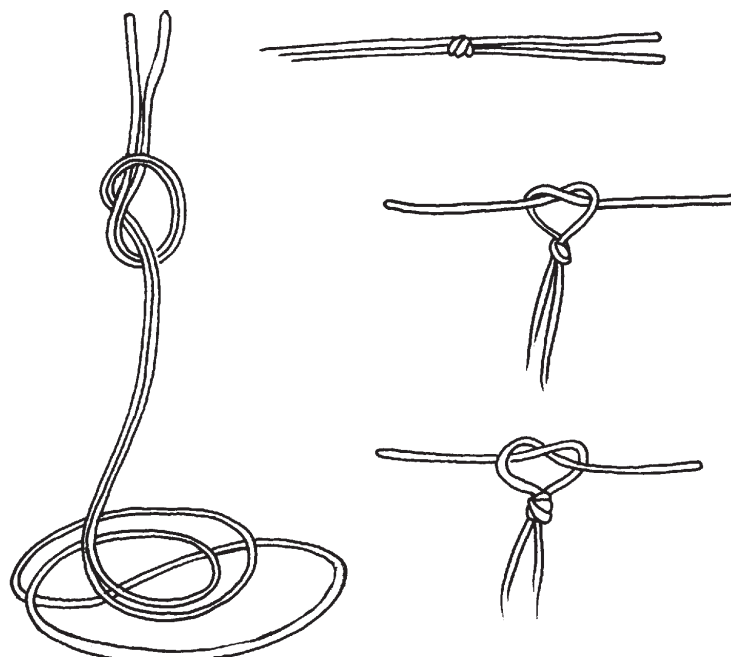

Abb. 28
7.7.1 Der Antriebsgummi (18) wird, wie unten dargestellt zu einem Ring geknotet. Vor dem Knoten sollte der Gummi mit etwas Speichel befeuchtet werden, damit er sich leichter knoten lässt. (Abb. 28)